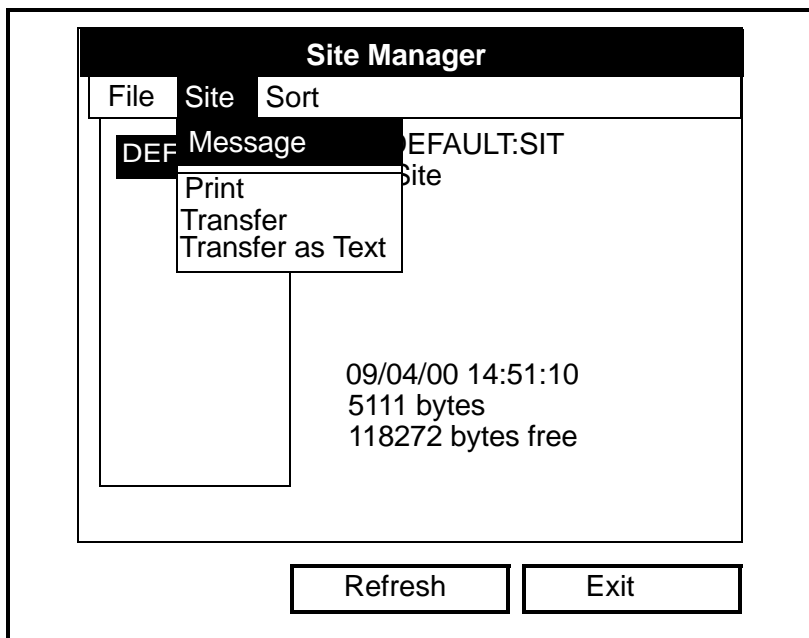

Figura 4-11: Site Manager (Gestor de ubicación)>menú Site (Ubicación)
3. Pulse [ENTER] y se abrirá una ventana como la de la figura 4-11.
2. Pulse una vez la tecla de cursor [▶] para desplazarse desde el menú *File* (Archivo) hasta el menú *Site* (Ubicación) (consulte la figura 4-11 en la página 4-10).